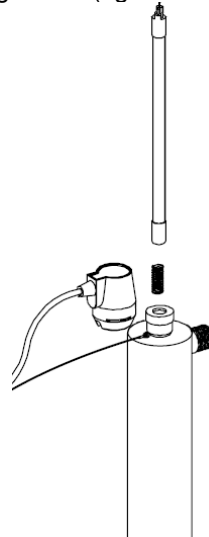

FIGURE 1G
- Ensuite, la glisser dans le tube quartz en insérant l'extrémité opposée à la connexion et la déposer délicatement dans son logement (figure 1G).